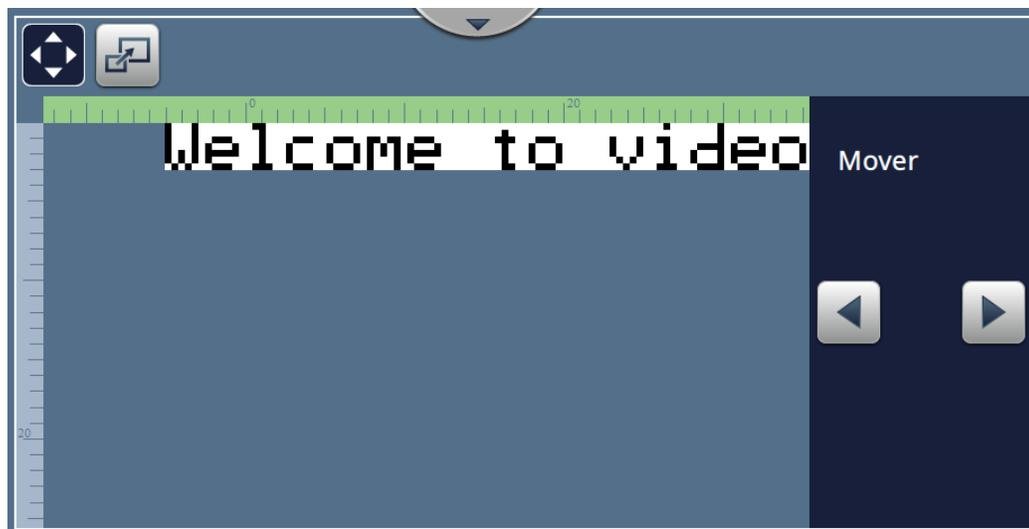

Figura 4-9: Ajustar: Mover
1. Pulse el botón  y aparecerá el divisor de posición actual como se muestra en la Figura 4-9.